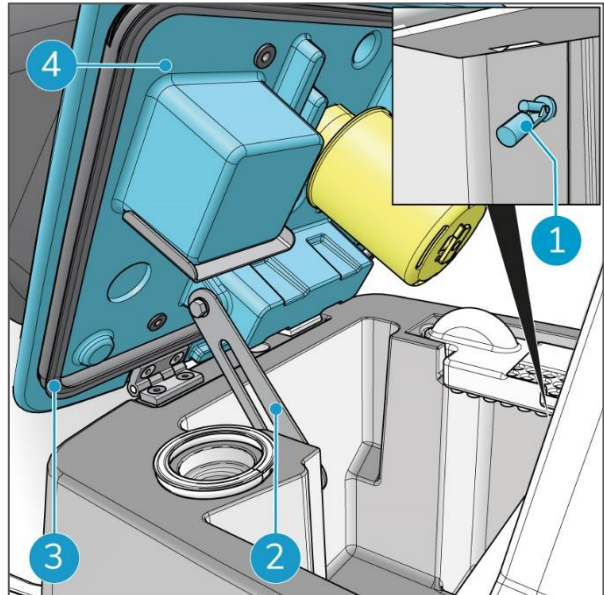

Figura 46
3. Aprire il coperchio del serbatoio di recupero (Figura 46, pos 4).
4. Controllare la guarnizione in gomma (Figura 46, pos 3), se è sporca, pulirla con un panno umido.
10. Quando il serbatoio di recupero è vuoto, lavarlo con acqua (Figura 46).
11. Pulire la parte inferiore del coperchio con acqua (Figura 46).
12. Pulire l'interruttore a galleggiante (Figura 46, pos 1) con acqua per evitare che si attacchi.
5. Sbloccare il gancio di sicurezza (Figura 46, pos 2) e chiudere il coperchio del serbatoio di recupero